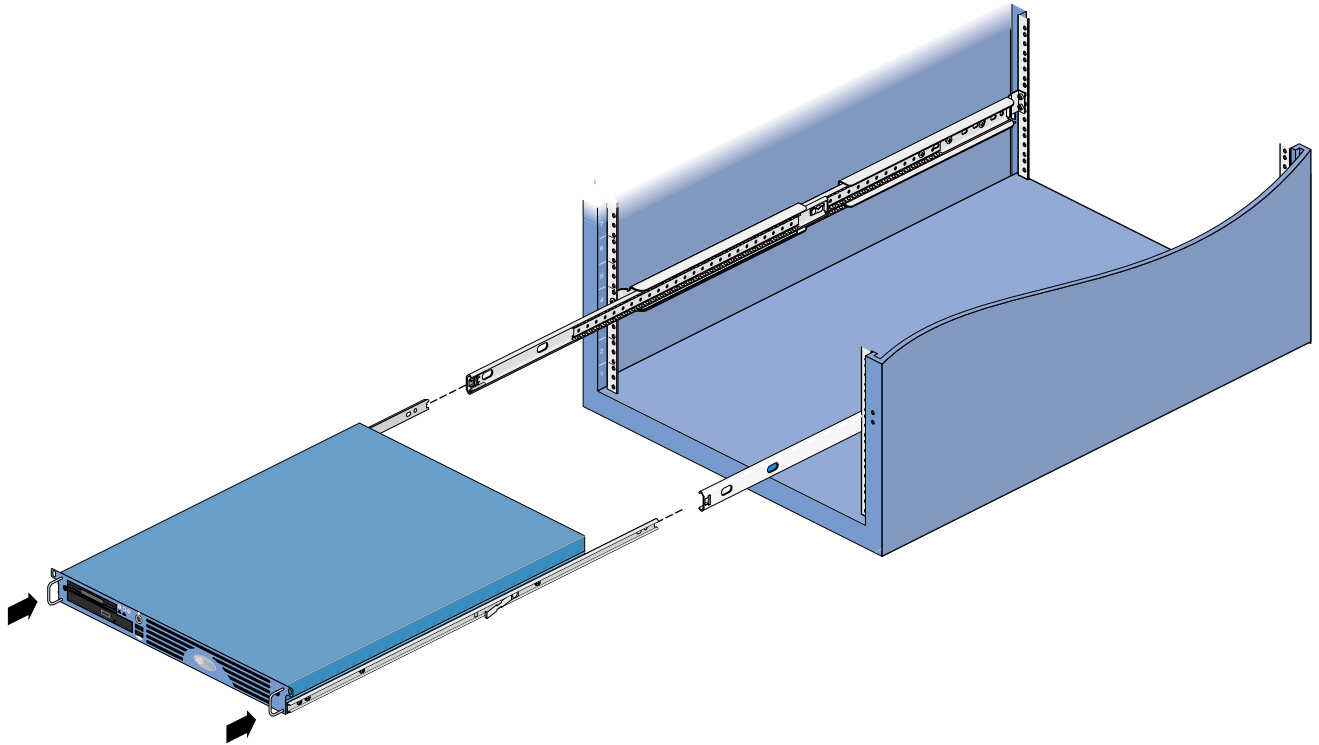

Abbildung 2-10 Einschieben des Gehäuses in die Schienen des Racks
2. Schieben Sie das Gehäuse des SGI 1100 Servers vollständig in die ausgezogenen Auszüge (siehe Abbildung 2-10). Wenn das Gehäuse vollständig eingeschoben wurde, rastet es in beide Auszüge ein.